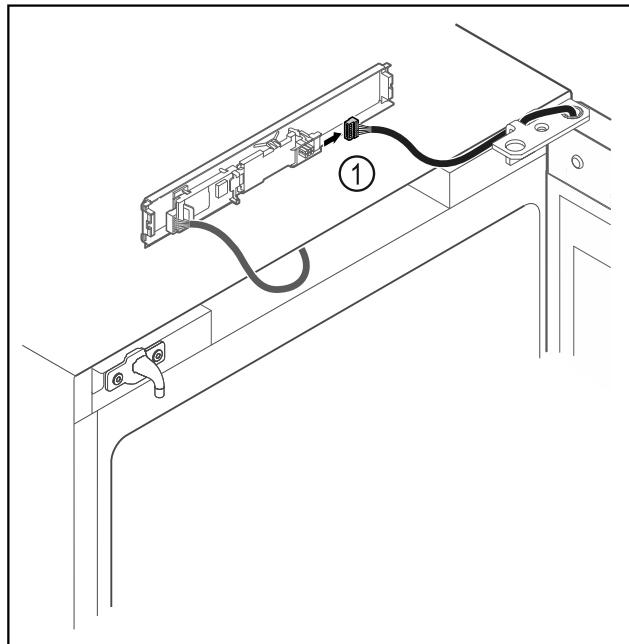

Fig. 4
- Desenchufar el conector *Fig. 4 (1)* de la placa.